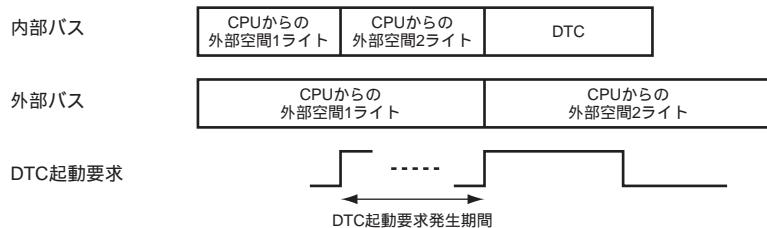

図 9.10 CPU からの外部空間アクセス中に DTC 起動要求が発生した場合のバスアビトリエーション
また、「9.5.7(2) LSI 内部バスマスターからみたアクセス」に記述されているライトバッファの動作上、CPU からの外部空間アクセスがライトの場合とリードの場合で、CPU と DTC のアービトレーションが異なります。図 9.10 に、CPU からの外部空間アクセス中に DTC 起動要求が発生した場合のバスアービトレーションを示します。